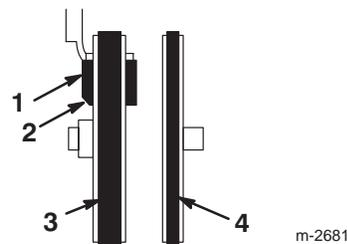

Figura 27
17. Verificate che la pastiglia del freno sia stata montata correttamente sul braccio del freno. Posizionate l'angolo smussato sulla pastiglia, come illustrato nella Figura 27.
13. Verificate che la pastiglia del freno sia stata montata correttamente sul braccio del freno. Posizionate l'angolo smussato sulla pastiglia, come illustrato nella Figura 27.